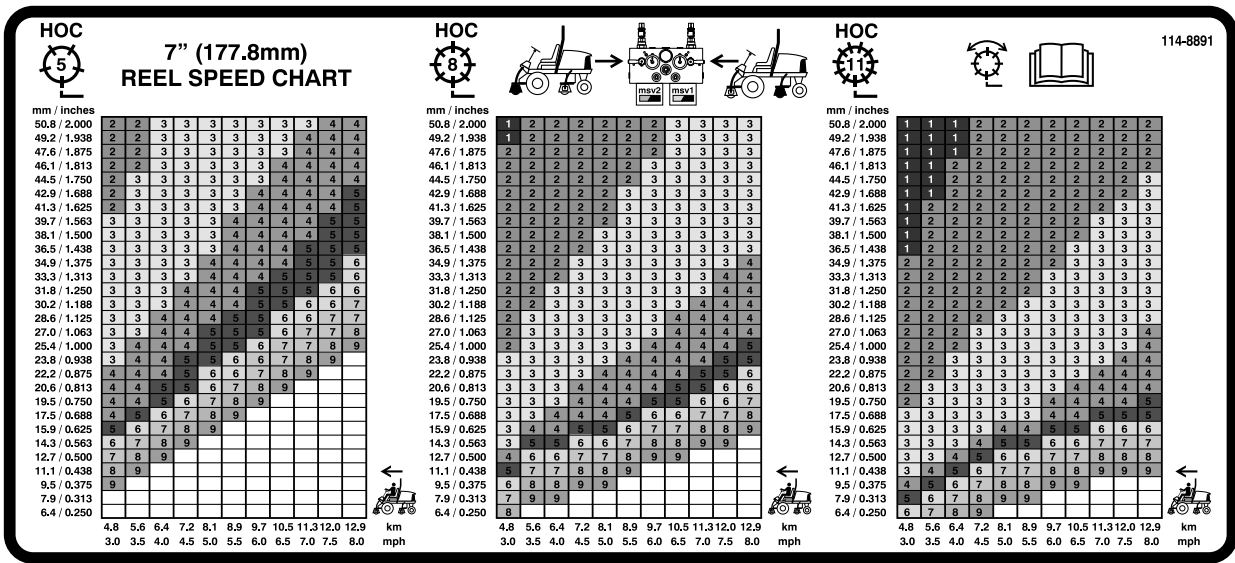
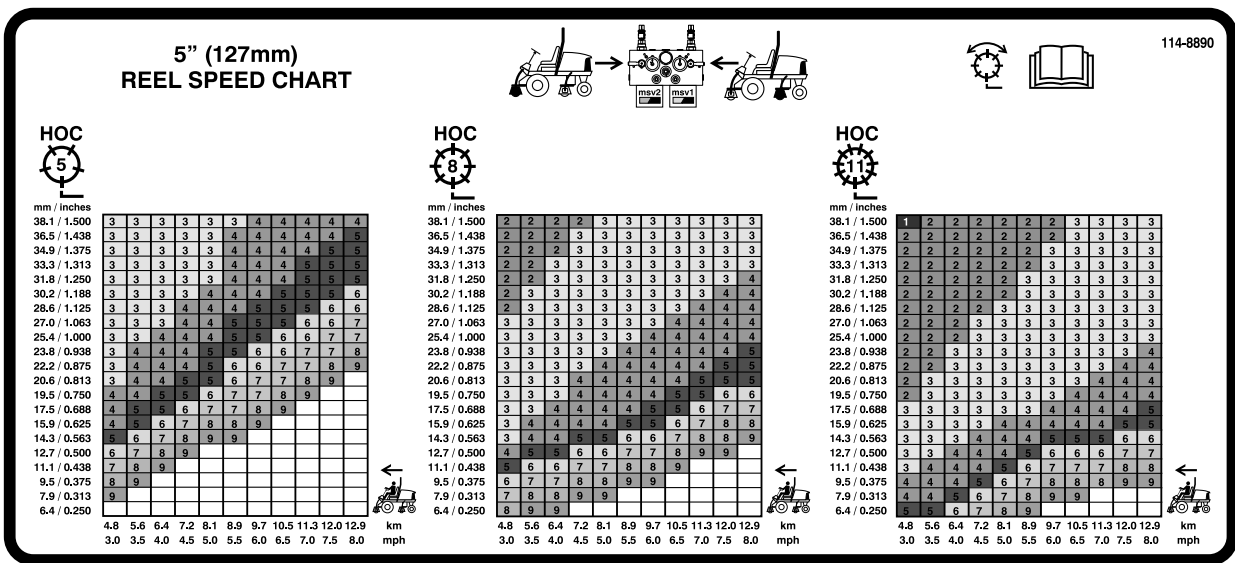

Figura 38
Figura 39
- Usando el gráfico apropiado de la pegatina 110-0996 (Figura 38) para el Reelmaster 5510 y 5610 con molinete de 17,8 cm [7 pulgadas], o la pegatina 110-8923 (Figura 39) para el Reelmaster 5410 con molinete de 12,7 cm [5 pulgadas], determine el ajuste correcto para la velocidad de los molinetes.